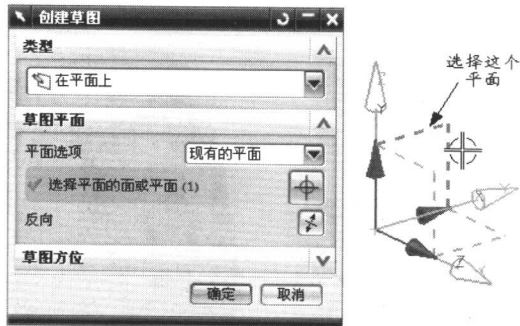
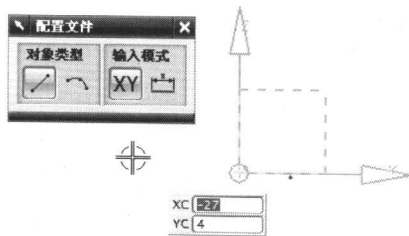

图 1-3
图 1-4
(2) 调用【草图】功能，选择如图 1-3 所示的平面作为草图平面。单击 **确定** 按钮，进入草图设计界面，如图 1-4 所示。